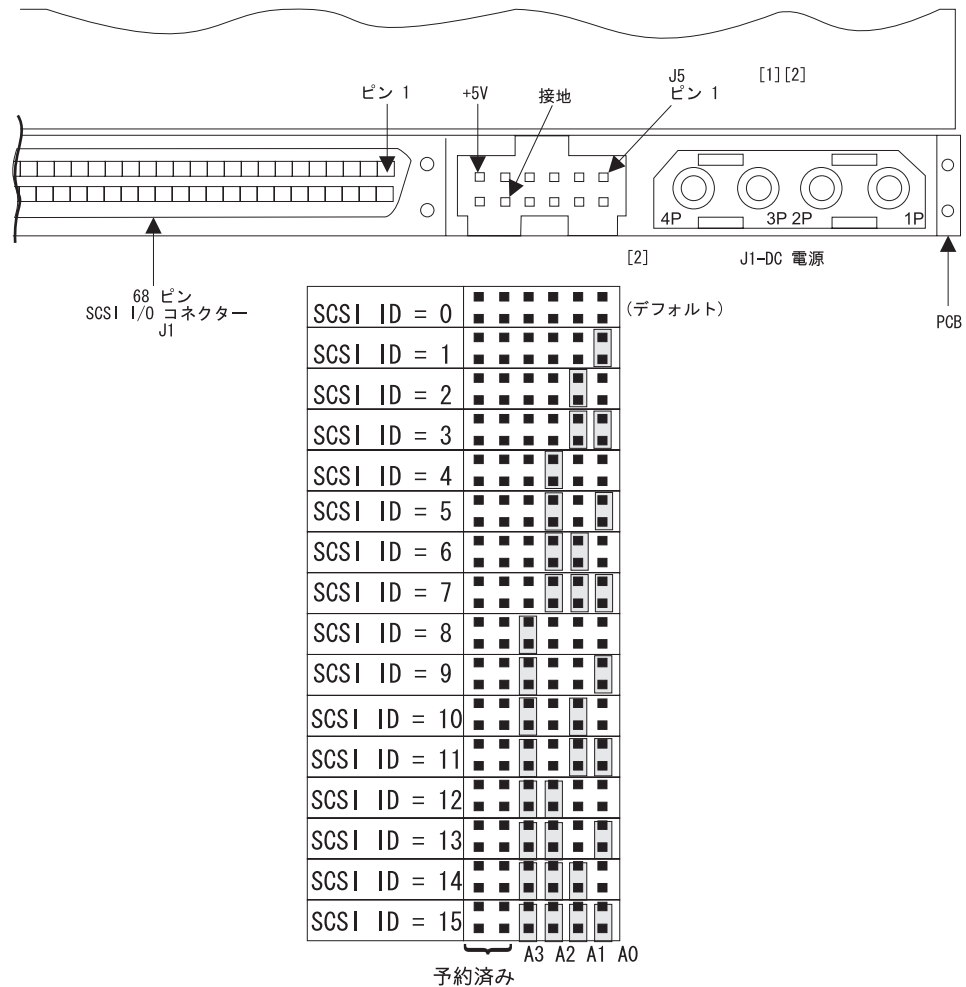

図 110. SAN ボリューム・コントローラー 2145-4F2 ディスク・ドライブ・ジャンパー
9. 古いディスク・ドライブに取り付けられたジャンパーの有無を検査します。ジャンパーがある場合は、マッチングするジャンパーを新しいディスク・ドライブに取り付けます。425 ページの図 110 を参照してください。